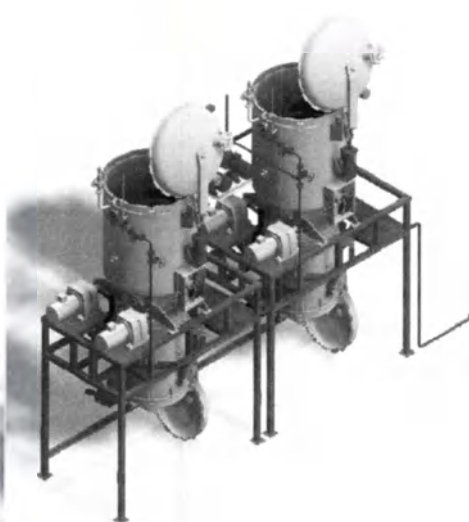

Рисунок 21
- Технологический трубопровод состоит из вакуумных насосов, их труб, труб подачи воды для охлаждения, труб подачи жидкости в вакуумные насосы, труб отвода жидкости из вакуумных насосов, труб для пара и дренажных труб. (Рис. 21)
- ◆ Проложите трубы подачи воды для охлаждения, присоедините фланцы на двух ответвлениях трубопровода к впускам воды на двух интегрированных модулях, соблюдая нумерацию деталей; присоедините впуск основного трубопровода к источнику воды (давление: 0,3-0,5 МПа). (Рис. 21)